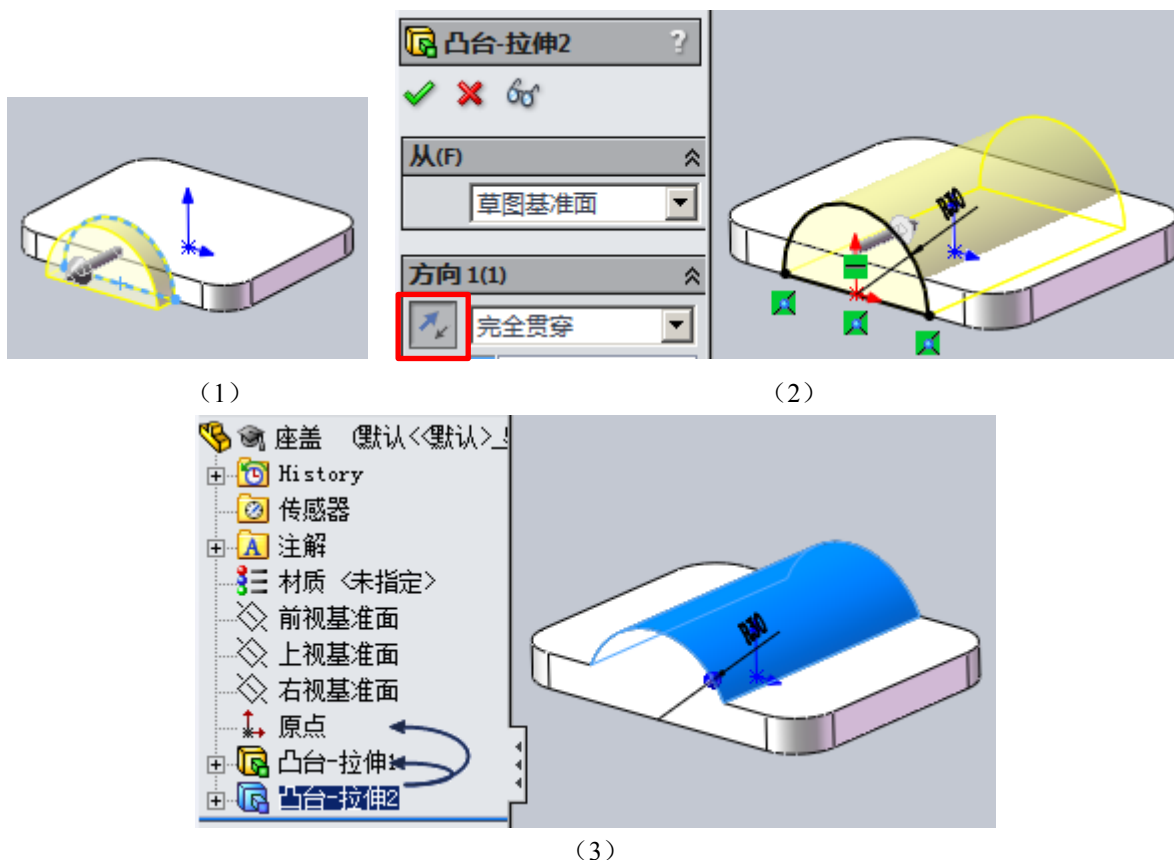

图 1-23 创建拉伸特征
单击命令管理器中“拉伸凸台/基体”命令图标，在图形窗口中单击新绘制的截面轮廓，系统将所选截面自动拉伸，如图 1-23 (1) 所示。在左侧管理器“凸台-拉伸”对话框中，如图 1-23
(2) 所示，单击“方向 1(1)”下反向图标，并修改拉伸方式为“完全贯穿”，其他采用默认值，单击确定，即创建拉伸特征，结果如图 1-23 (3) 所示。